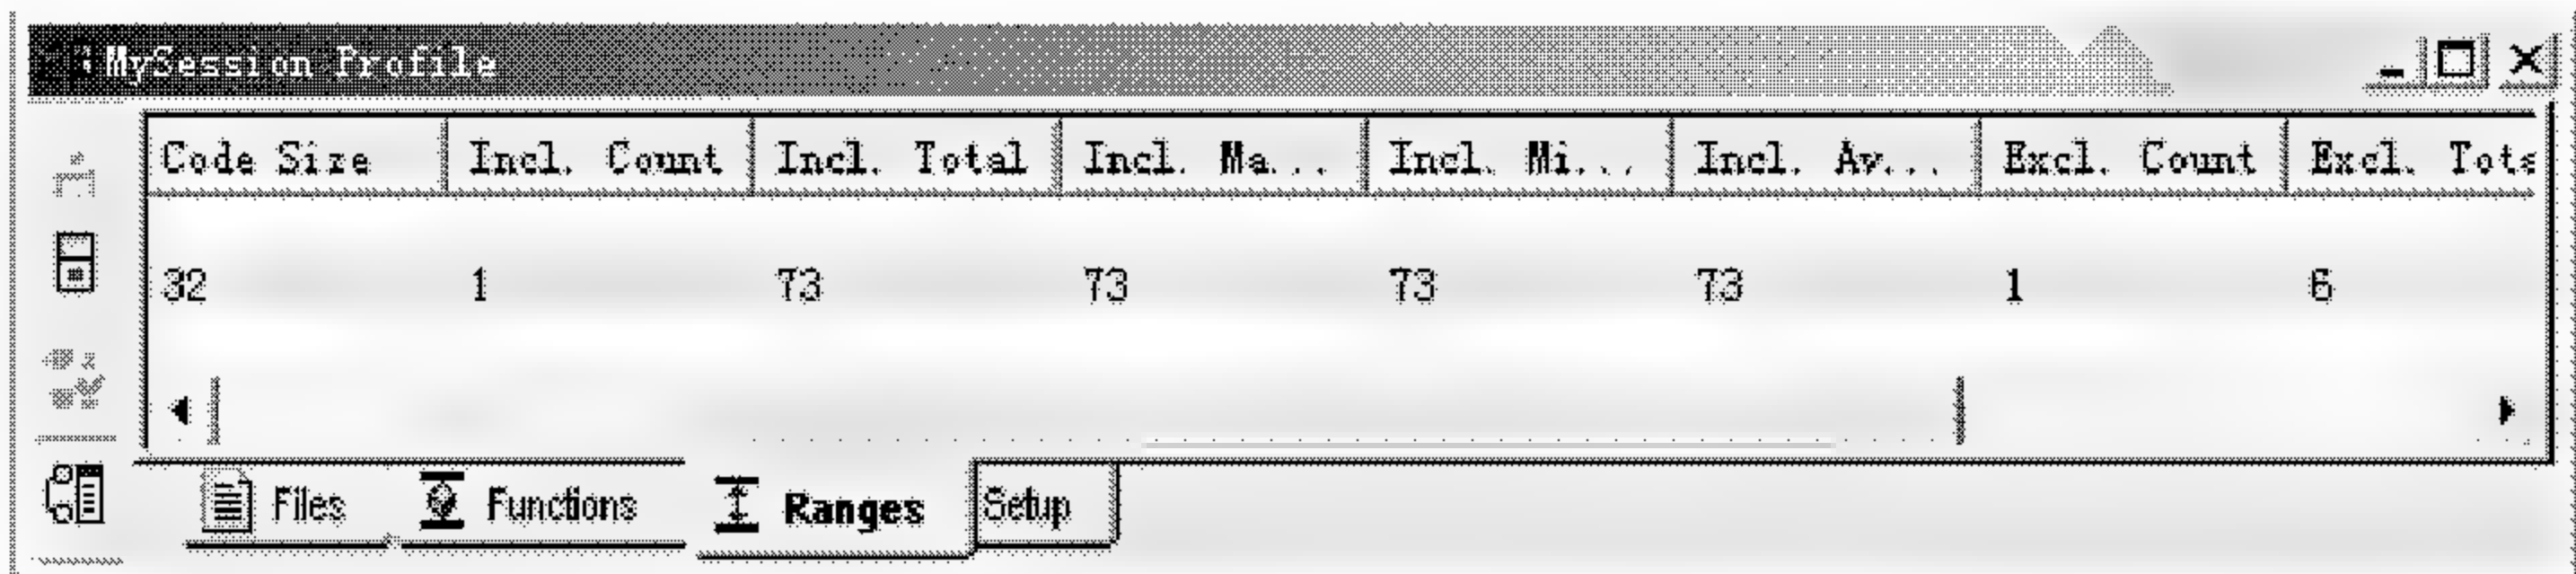

图 3.39 LOG\_printf 函数的统计结果
(9) 运行加载在目标 DSP 中的可执行代码, 观察 profiler 窗中的统计结果, 如图 3.39 所示。与前面对 puts() 函数的统计结果比较, 可以看出 LOG\_printf 函数的执行时间远远小于 puts() 函数, 从而说明了 DSP/BIOS API 函数只占用很少的 CPU 时间, 对应用程序的实时性影响很小。